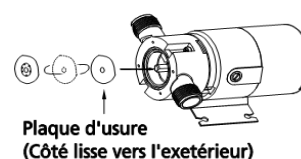

Figure 5 – Install de la plaque d'usure
4. Réinsérez la plaque d'usure elliptique dans le corps porteur avec une surface non lisse vers la turbine (voir Fig.5)